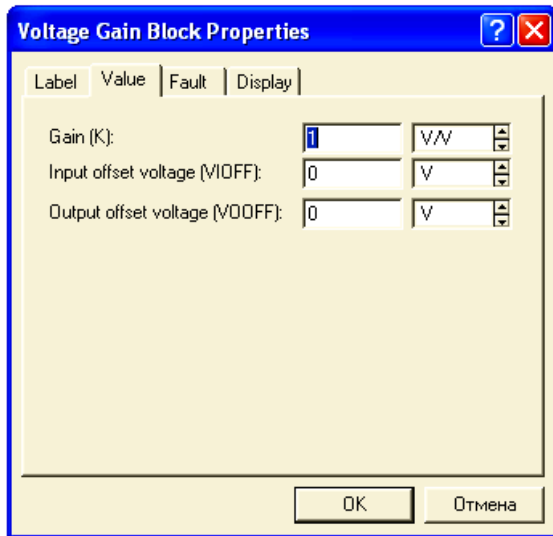

Рис.3.10. Установка значений масштабирующих коэффициентов прямой передачи и обратной связи
Задать элементам схемы заданные и вычисленные параметры: U_{BX} , K , k_{OC} , $R_H = 1$ кОм, частота источника сигнала - 50 Гц, вольтметры - в режиме измерения переменного напряжения (**Mode - AC**). Для масштабирующих блоков коэффициенты прямой передачи (K) и цепи обратной связи (k_{OC}) задаются в строке **Gain** (рис.3.10). Для моделирования отрицательной обратной связи в данной программе коэффициент обратной связи k_{OC} в схеме необходимо задавать со знаком минус "-".